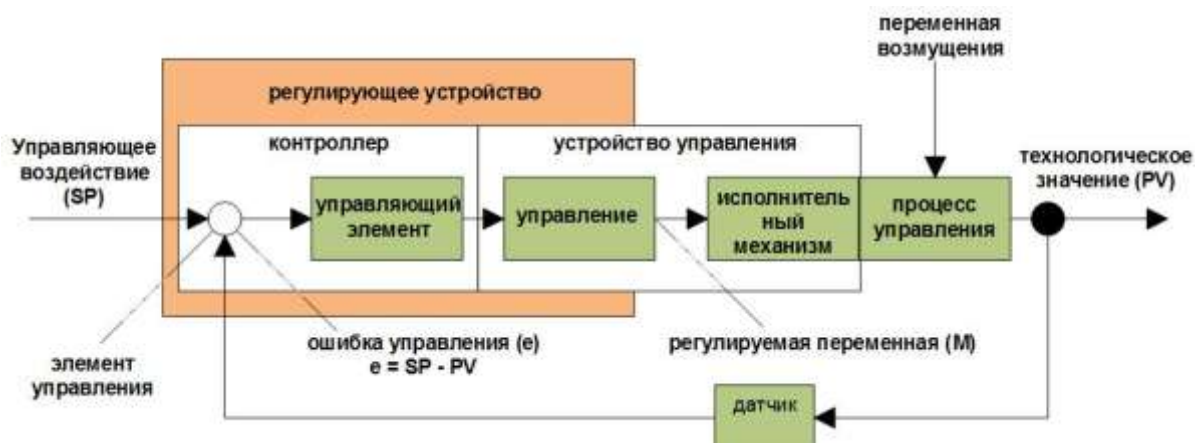

Рис. 5.60. Система автоматического регулирования температуры
**Устройство управления** состоит из исполнительного механизма и органа управления. Орган управления совместно с регулятором образуют **регулирующее устройство**. На приведенном ниже рис. 5.60 содержится абстрактное отображение описанной выше ситуации.